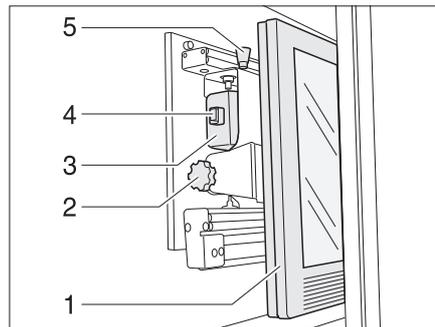

Bild 107 TV-Schrank
- Entriegelungsknopf (Bild 107,5) drücken und Halterung für den Flachbildschirm am Griffstück (Bild 107,4) bis zum Anschlag nach vorn ziehen.
- Entriegelungsknopf (Bild 107,1) ziehen und Flachbildschirm (Bild 107,2) in die gewünschte Position schwenken.
- Rändelschraube (Bild 107,3) lösen.